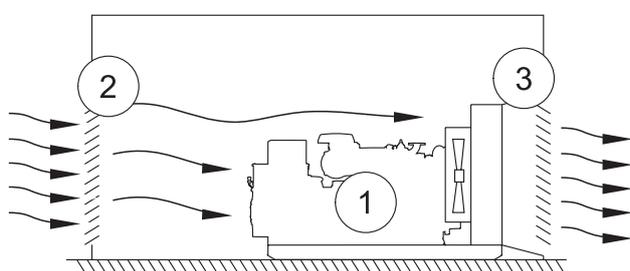
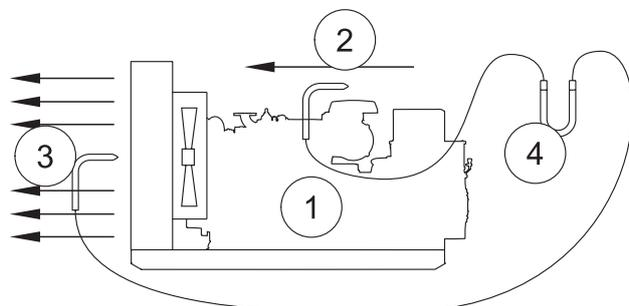
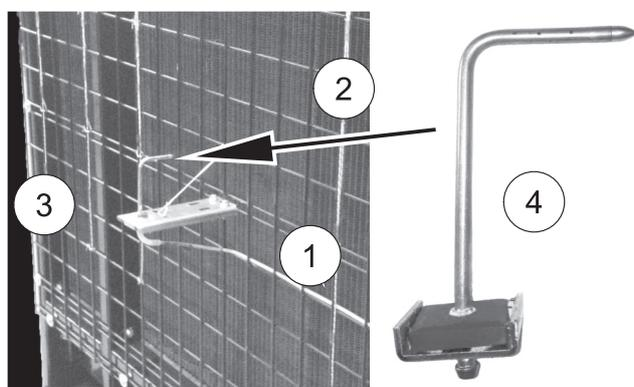

Figura 43
Figura 44
Figura 45
La figura 43 mostra il circuito dell'aria di raffreddamento. Benché i dettagli esatti del layout debbano variare da impianto a impianto, il circuito dell'aria di base rimarrà invariato. Il gruppo elettrogeno marino utilizza un ventilatore a spintore che aspira l'aria di raffreddamento dall'ingresso (figura 44, voce 2) oltre il generatore e il motore (1) per poi spingerla attraverso il radiatore e il raffreddatore aria di alimentazione. Normalmente, lo scarico del radiatore e del raffreddatore dell'aria di alimentazione esce poi dalla sala macchine tramite uno sfiato all'esterno (3). L'aria fredda entra nella sala macchine dall'esterno attraverso un altro set di sfiati.
L'impianto di raffreddamento del radiatore è progettato per funzionare con una pressione di limitazione dei condotti massima di 127 Pa (0,5 in H2O). La pressione viene misurata da un punto davanti al ventilatore (normalmente lungo la lunghezza del motore) a un punto direttamente davanti all'uscita del radiatore, figura 44 voce 3 e figura 45. In questo modo viene misurata la pressione totale sul pacchetto di raffreddamento (2), incluse entrambe le limitazioni incontrate nell'aspirazione dell'aria nel motore e la limitazione incontrata nell'aria di uscita dalla sala macchine. Durante la progettazione della ventilazione della sala macchine, è necessario puntare a un target di limitazione della pressione di 63,5 Pa, anche se un valore inferiore è preferibile.